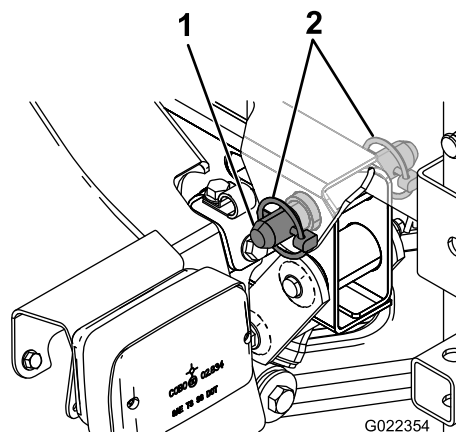

Figura 11
6. Alinhe o olhal de articulação na parte de trás do patim do depósito com a abertura na extremidade da estrutura do veículo (Figura 11).
7. Instale um passador de forquilha afunilado e 2 pinos de sujeição no olhal de articulação para prender o depósito na estrutura (Figura 11).